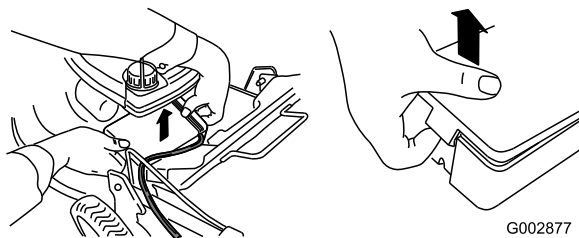

Figure 10
1. Dégagez les deux extrémités du couvercle de la batterie et déposez le couvercle (Figure 10).